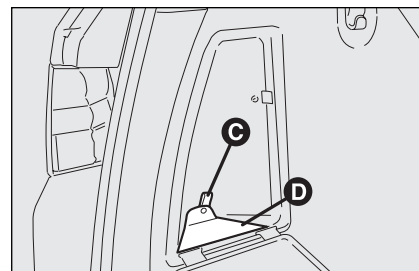

fig. 64
- ☐ saisir la languette **C-fig. 64** pour ouvrir le deuxième volet **D**: ainsi on accède à la centrale porte-fusibles.